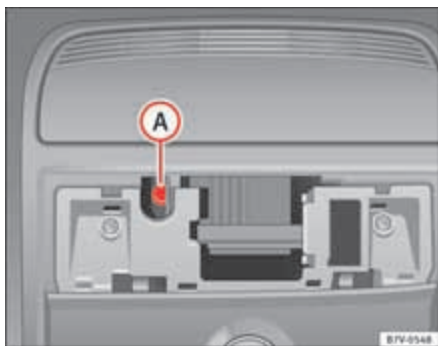

Fig. 191 Tornillo Allen para cerrar el techo corredizo panorámico.
- Introduzca una llave Allen corriente ²⁾ del tamaño 4 mm en el tornillo Allen ⇒ fig. 191 **A**.